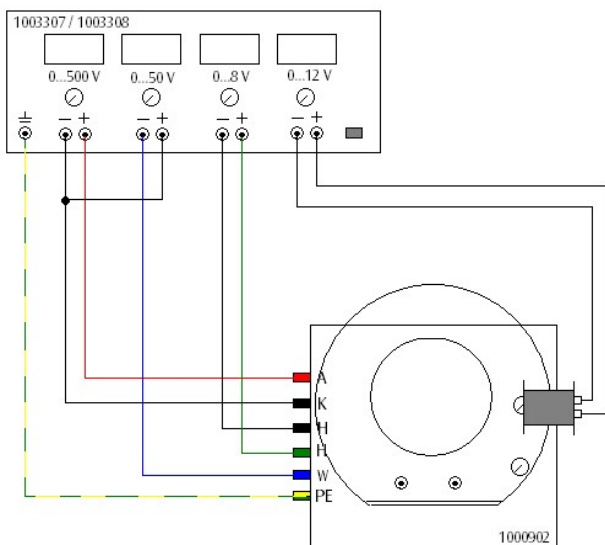

Fig. 5 Magnetische Ablenkung des Elektronenstrahls.
- Eine Spule gemäß Fig. 5 rechts am Metallring befestigen.
- Beschaltung gemäß Fig. 5 vornehmen.